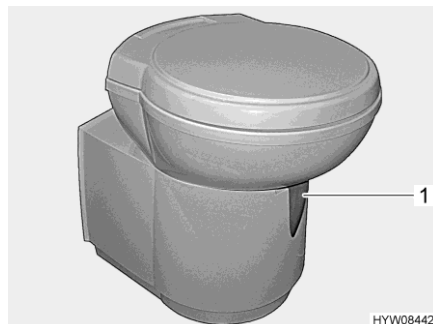

Bild 138 Thetford-toalettskål (svängbar)
- Öppna spjället på Thetford-toaletten före spolning. Skjut för detta spjällspaken (Bild 138,1) moturs.